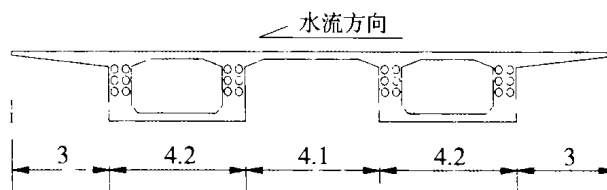

图2
1.3 全桥共分五段施工,设有四道施工缝,分别为C-C断面、E-E断面、F-F断面、I-I断面。此四道施工缝都采用九孔连接器进行连接,由于箱梁为双箱单室,每个断面各有24套连接器,全桥共有96套连接器,其布置如图2: